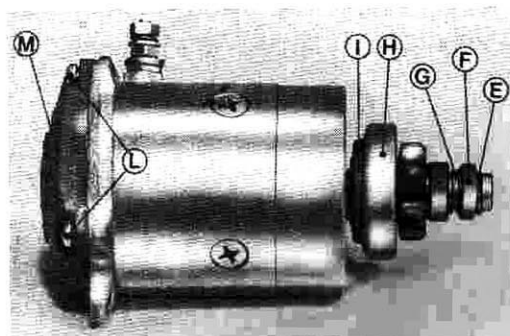

Fig 8 D
2. Fig. 8 D. Desmontar el anillo elástico «E», el anillo de apoyo «F» el muelle «G», hasta extraer el piñón completo; rueda libre «H» (ver figura).
Advertencia: La junta «I» (Fig. 8 D), al remontaje debe ser siempre sustituida por **una junta nueva**, que deberá ser adecuadamente encolada (emplear cola LOCTITE IS 495 o sus equivalentes).
Sustitución de las escobillas (Fig. 8 D): Desmontar la tapa motor «M», desatornillando los tres tornillos de fijación «L»; a continuación sustituir las escobillas.
Sustitución del inducido: Retirar los tres tornillos de fijación «L» de la tapa motor (Fig. 8 D), desmontar el portaescobillas y las escobillas, ejecutar las operaciones de los puntos 1 y 2 del párrafo sustitución del piñón rueda libre, y seguidamente extraer el inducido.
Después de haber lubricado los dos casquillos de agujas e insertado un inducido nuevo, montar de nuevo el porta-escobillas, las escobillas y la tapa «M» (Fig. 8 D). Completar el montaje y fijar el capuchón protector como se indica en el punto 3.